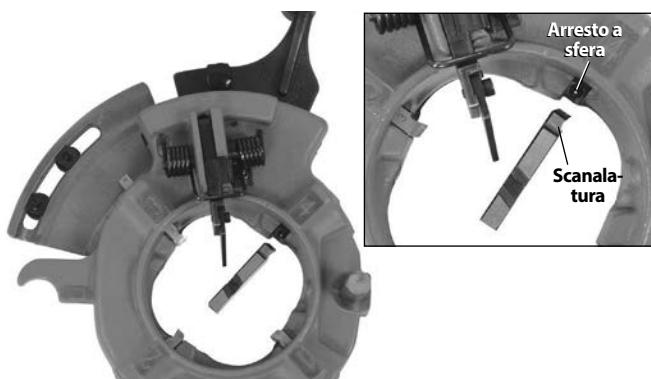

Figura 16 – Inserimento dei plettini
- Rimuovere i plettini dalla testa portapettini. Inserire gli opportuni plettini nella testa portapettini, con il margine numerato rivolto verso l'alto. I numeri sui plettini devono corrispondere ai numeri sulle fessure della testa portapettini (vedere Figura 16). Le fessure dei plettini presentano un arresto a sfera che si incassa con la fessura sui plettini quando sono propriamente installati. Sostituire sempre i plettini come set - non mescolare plettini provenienti da set diversi.